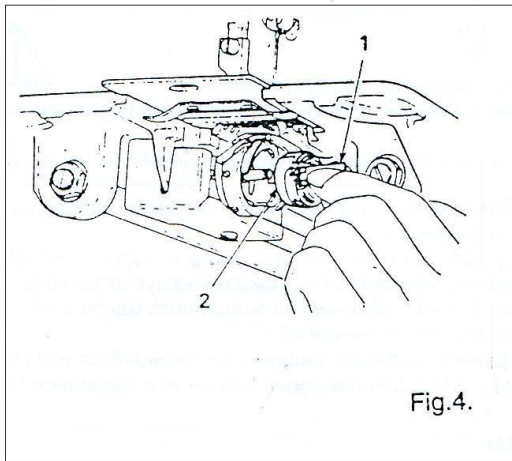

Fig.4.
1. Наденьте шпульку (5) (Рис. 4) на шпindel шпульной моталки (6). Протяните игольную нить сквозь отверстие в пластине нитеводителя (7) и вставьте ее между двумя пластинами (8). После того, как игольная нить наматывается на шпульку в несколько мотков, потяните вниз ограничительную пластину (9) так, чтобы колесо шпульной моталки прижалось к приводному ремню. В процессе работы швейной машины шпульная моталка будет работать автоматически. После того, как шпулька будет полностью намотана, шпульная моталка остановится автоматически.
2. Проследите за тем, чтобы шпульная нить наматывалась на шпульку ровно и плотно. Изменяя силу давления натяжной пластины (8) регулируют натяжение шпульной нити при намотке, а, изменяя положение пластины нитеводителя (7), регулируют ровность намотки нити на шпульку. Не переполняйте шпульку при намотке. Нить должна быть намотана на 0,5 – 1 мм меньше, чем внешний диаметр шпульки. Количество наматываемой на шпульку нити регулируют, изменяя положение ограничительной пластины (9).